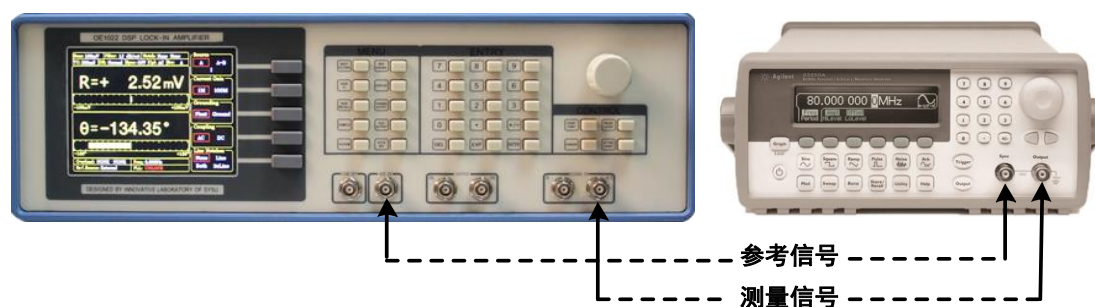

图97. 信号线连接图
2. 用一条带 BNC 接头的信号线连接函数信号发生器的输出接口和 OE1022 前面板 SIGNAL IN 的 A/I 接口，用另一条带 BNC 接头的信号线连接函数信号发生器的参考信号接口和 OE1022 前面板的 REF IN 接口，如图 97 所示：